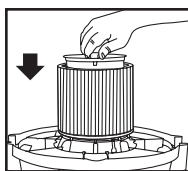

FIGURA 6
12. Coloque el retenedor del filtro dentro de la parte superior del filtro de cartucho. **FIGURA 6.**